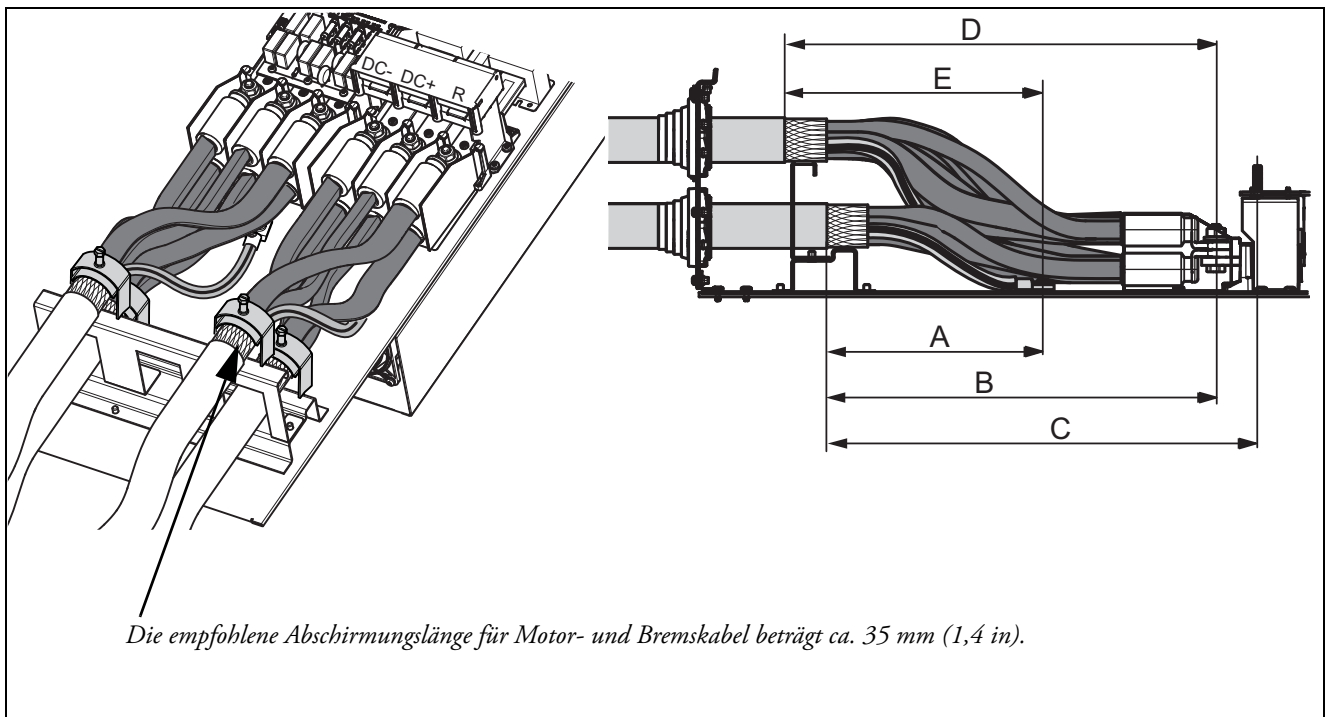

Abb. 61 Abstand zwischen Kabelschelle und Verbindungsschrauben Größe FA.
4. Isolieren Sie das Kabel gemäß Tab. 14 und Abb. 61 ab.
3. Isolieren Sie das Kabel gemäß Tab. 15 und Abb. 61 ab.
Abb. 61 zeigt den Abstand zwischen Kabelschelle und Verbindungsschrauben zur Bestimmung der Absisolierlängen für die Kabel.